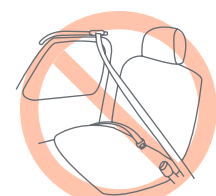

Fig. 16-2
- **NO** use un cinturón de seguridad de hombro que se deslice por un riel. Estos sistemas suelen moverse para rodear al ocupante cuando la puerta se cierra. Este tipo de sistema de cinturón **NO** restringirá apropiadamente la sillita de seguridad. (Fig. 16-2).